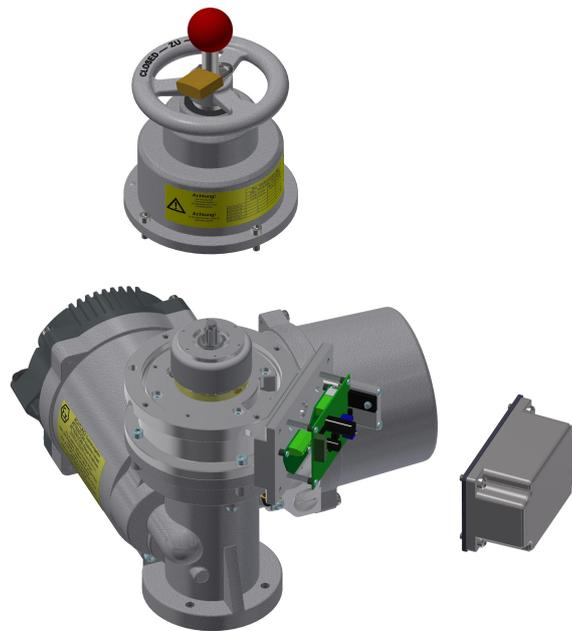

Bild 2: Öffnen der Deckel
1. Öffnen beider Deckel wie in Bild 2, Seite 6.